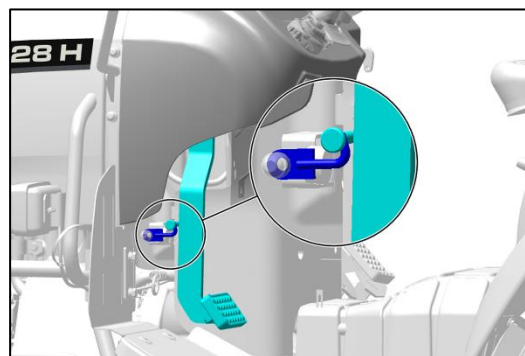

Fig. 227 - FIXATION DE LA PÉDALE D'EMBRAYAGE
- Pour éviter l'adhérence de la garniture d'embrayage au volant, appuyez à fond sur la pédale d'embrayage (fig. 227), maintenez-la enfoncée et fixez-la dans cette position à l'aide de la tige d'embrayage.